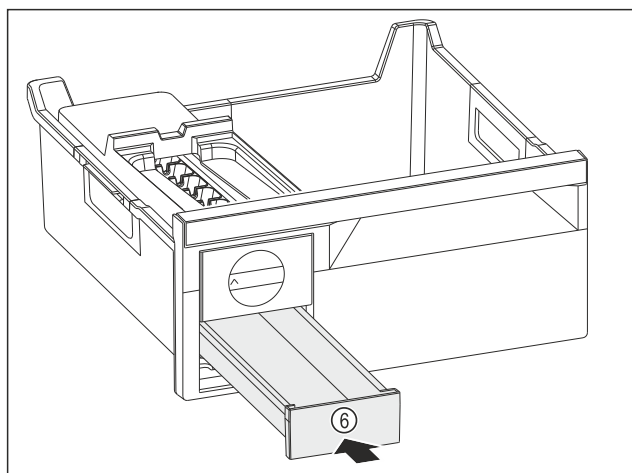

Fig. 148
- Eiswürfelschubfach Fig. 148 (6) einschieben.